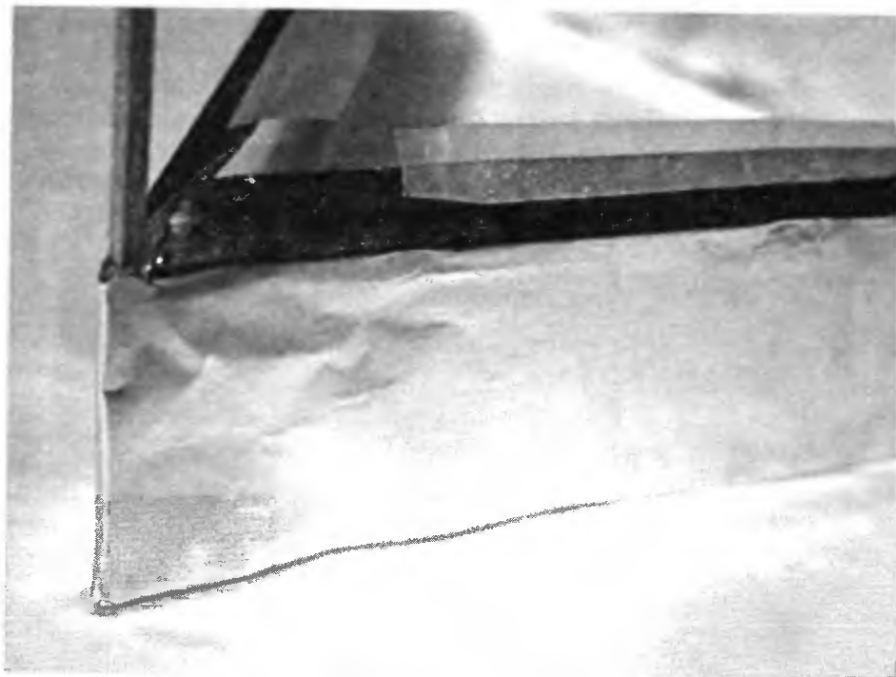

Рис. 1.17. Сгибание края фольги вокруг опоры
7. Заверните края фольги вниз (рис. 1.17). Срежьте фольгу у углов верхней части алюминиевой полосы, которая выступает на 1 см над опорой, и перегните фольгу через продольную опору на каждой стороне. С помощью скотча приклейте фольгу так, чтобы загнутые края были как можно лучше прижаты к внутренней стороне фольги, это уменьшит утечку ионов.